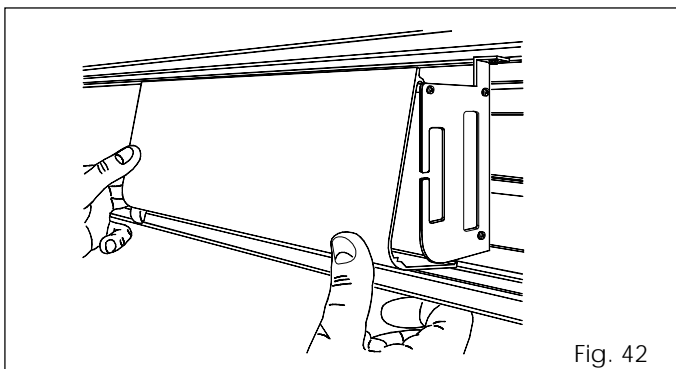

Fig. 42
- Per applicarlo nuovamente, agganciarlo sulla parte superiore e premere come in fig. 42.